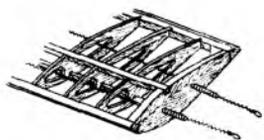

Рис. 64. Вывод корд из крыла
**Оплетка для троса** (рис. 64). Много хлопот доставляет неопытным моделистам-кордовикам проблема вывода тросов управления из крыла. Случайный их перегиб — и заедание в системе управления почти всегда грозит аварией для летательного аппарата.